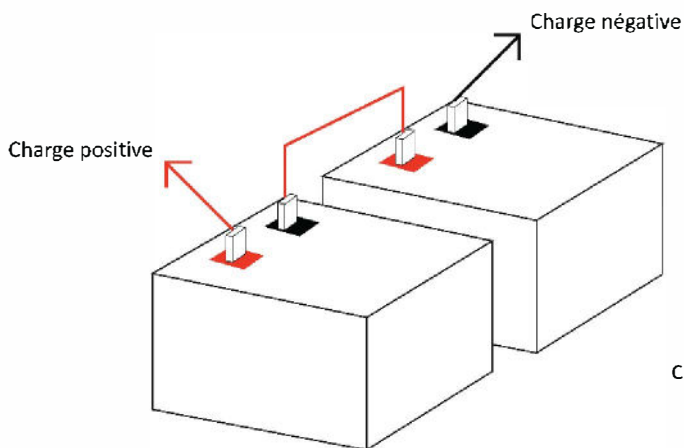
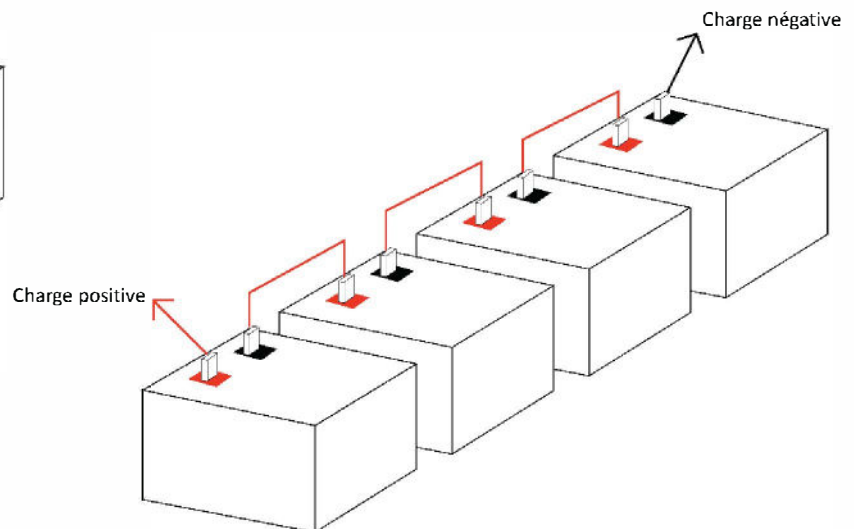

Figure 4.1 : Deux batteries 8D connectées en Série pour créer une banque de batteries 24V 270Ah
Figure 4.2 : Quatre batteries 8D connectées en série pour créer une banque de batteries 48V 270Ah
7. Répétez les étapes 3-6 pour les batteries supplémentaires, mais **ne dépassez PAS** 48V. Vous trouverez ci-dessous un exemple de connexion en série correcte dans les Fig. 4.1 et Fig. 4.2.